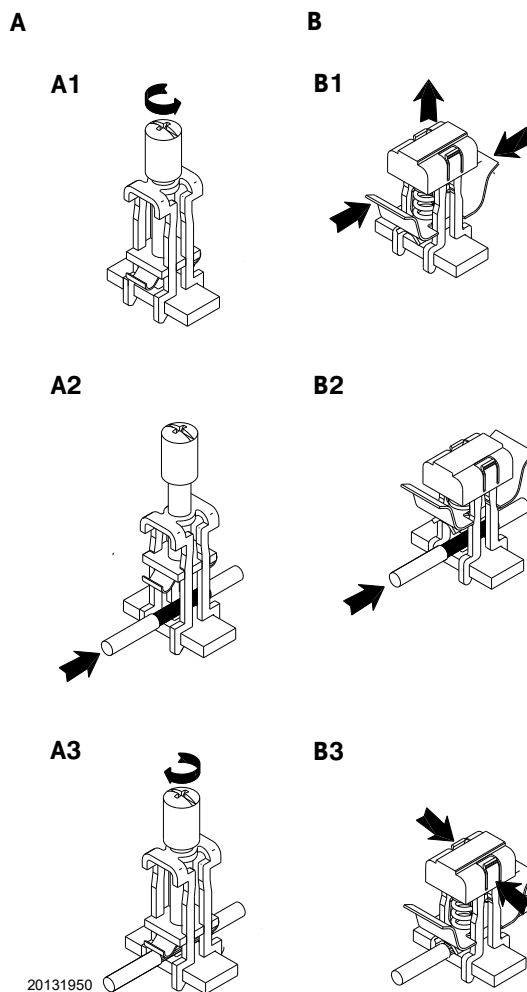

Fig. 34
- Dévisser la vis jusqu'à ce qu'il y ait un espace suffisant pour insérer le blindage du câble blindé A1)(Fig. 34).
- Tirer les languettes indiquées vers le haut et les soulever jusqu'à ce qu'elles soient verrouillées en position ouverte B1)(Fig. 34).